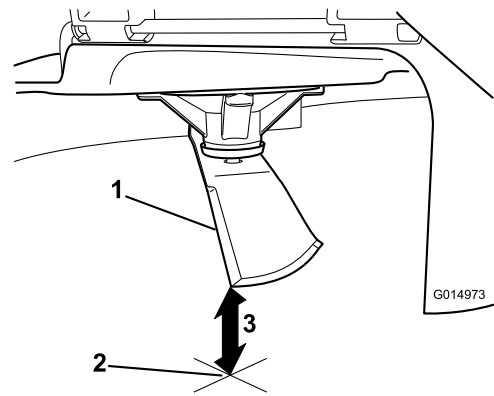

Figura 87
3. Mida desde la punta de la cuchilla hasta la superficie plana (**Figura 87**).